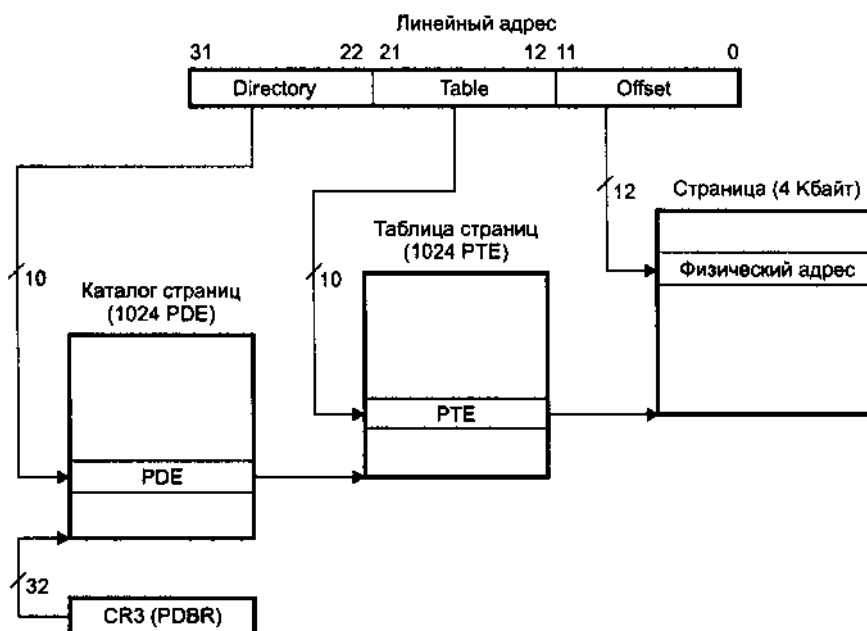

Рис. 7.6. Страничное преобразование адреса (для страниц 4К без PAE)
Каждая виртуальная страница может присутствовать в физической памяти (ОЗУ или в области памяти ПУ) или нет. Текущее описание страницы хранятся в *дескрипторе страницы* — структуре данных в ОЗУ. Дескрипторы страниц организуются в иерархии каталогов и таблиц, пример такой иерархии для «классических» страниц размером 4К приведен на рис. 7.6. На «корень» этой иерархии указывает управляющий регистр CR3 (доступ к нему привилегирован). Каждый уровень иерархии таблиц использует свой фрагмент линейного адреса. Самый младший фрагмент адреса (offset) является смещением внутри и виртуальной, и физической страниц (у них размеры обязательно совпадают). Элементы каталогов и таблиц страниц содержат физический *базовый адрес* (если таблица или страница, на которую они ссылаются, присутствует в физической памяти) или указание на местоположение элемента в файле подкачки. *Атрибуты* определяют присутствие в памяти, разрешение записи (R/W) и привилегии доступа (User/Supervisor, U/S), а также управляют кэшированием страниц. При использовании расширения физического адреса (Physical Address Extension, PAE), а также 64-битных режимов адресации появляется возможность *защиты страниц* с данными от ошибочного исполнения программного кода — бит NX (No Execute) в дескрипторах таблиц или страниц. Эта возможность присутствует не во всех моделях процессоров и может быть отключена. ОС может использовать данный атрибут для защиты от определенного класса вирусных атак (основанных на переполнении буфера).
- ◆ «классические» страницы по 4К с 3-ступенчатым адресом (как на рис. 7.6);